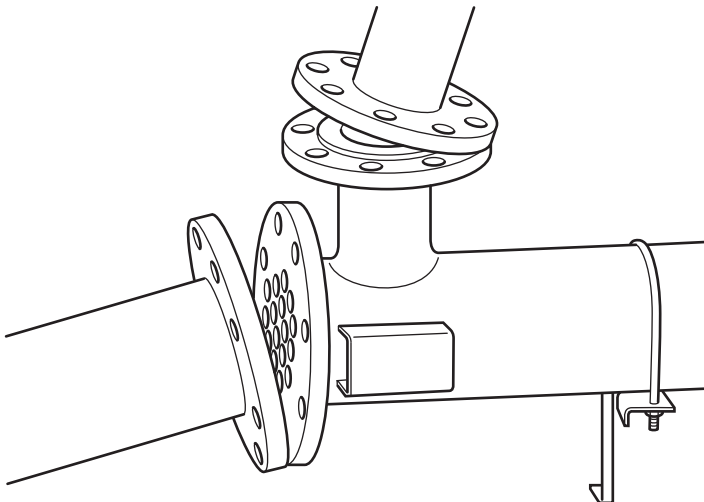

图 7
4.8 确保换热器各个接口与外部管道均平整的连接（图7）。禁止强制将接口拧紧。